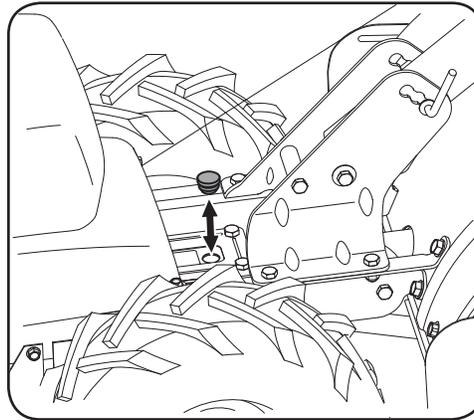

Figure 3-6
2. Retirez le bouchon de remplissage d'huile du couvercle du boîtier de la transmission et regardez à l'intérieur pour repérer l'arbre d'entraînement. Voir Figure 3-6.